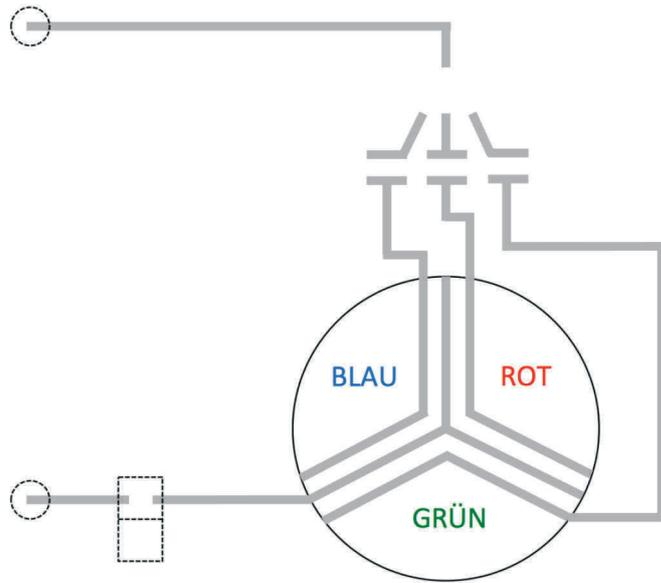

Bild 16: Kopiervorlage „Farbmischung mit RGB-LEDs“
- Fixiere die Vorlage (Bild 16) mit den 4 Magneten.